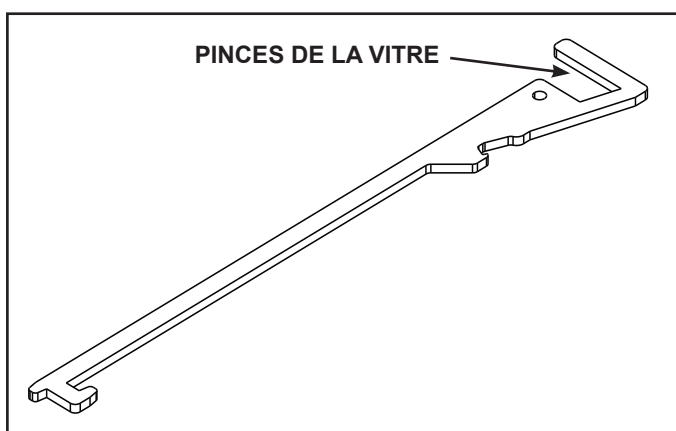

Figure 4.1 Outil multifonction
- Pour dégager l'assemblage de la vitre, utilisez l'outil multifonction fourni. Voir la figure 4.1. Tout en tenant l'assemblage de la vitre, tirez les deux verrous inférieurs à ressort vers l'avant et laissez-les se rétracter loin l'assemblage de la vitre. Inclinez la partie inférieure de l'assemblage de la vitre vers l'extérieur jusqu'à ce que les verrous du haut soient dégagés.